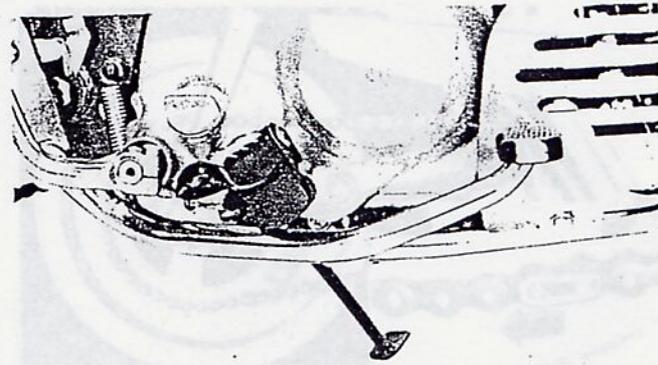

Abbildung 94
- (1) Sämtliche Teile reinigen und Drehzapfenrohr des Fußbremshebels vor dem Zusammenbau mit Fett abschmieren. Hinterradbremsehebel, Mittelhebel des Fußbremshebels und Fußbremshebel auf das Drehzapfenrohr aufziehen.
- (2) Feder des Fußbremshebels und Feder des Bremslichtschalters an der vorgeschriebenen Stelle einhängen. Zugseil der Hinterradbremse am Bremshebel einhängen.
- (3) Fußraste mit vier 8-mm-Sechskantschrauben am Kurbelgehäuse anbringen (Abbildung 94)
- (4) Auspuffrohr mit Schalldämpfer wieder anbringen.
- (5) Nachdem das Zugseil an der Hinterradbremse befestigt wurde, muß das Spiel des Fußbremshebels auf 20 bis 30 mm eingestellt werden.